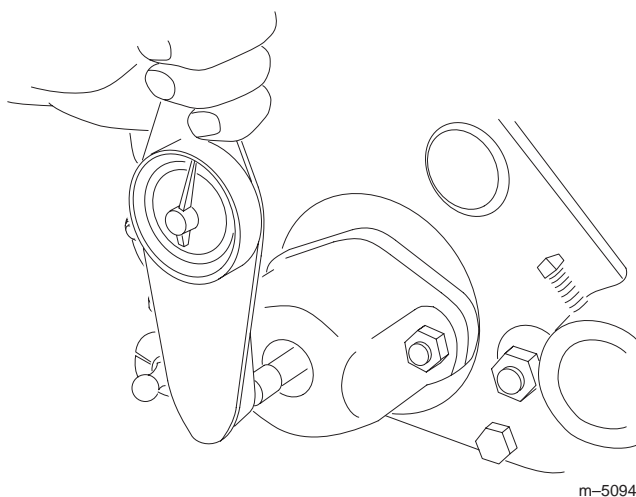

Figure 12
2. Le frottement des roulements doit être d'environ 1 Nm (Fig. 12).